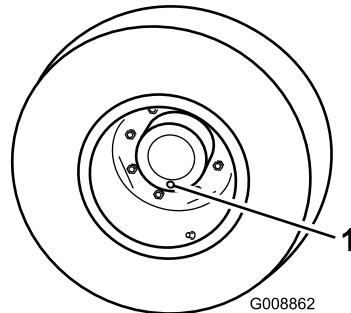

Figura 63
3. Girate la ruota in modo tale che il tappo di controllo/spurgo (Figura 63) si trovi nella posizione più bassa.